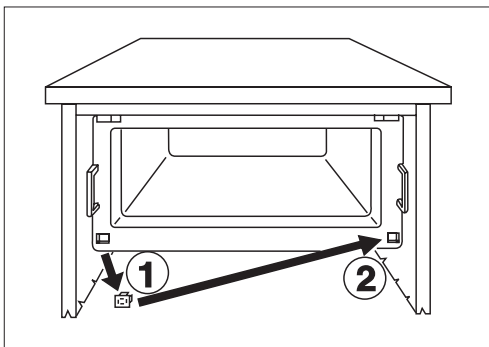

Abb. 7
- Abdeckung für unteres Scharnierloch umsetzen. (Bild 7).